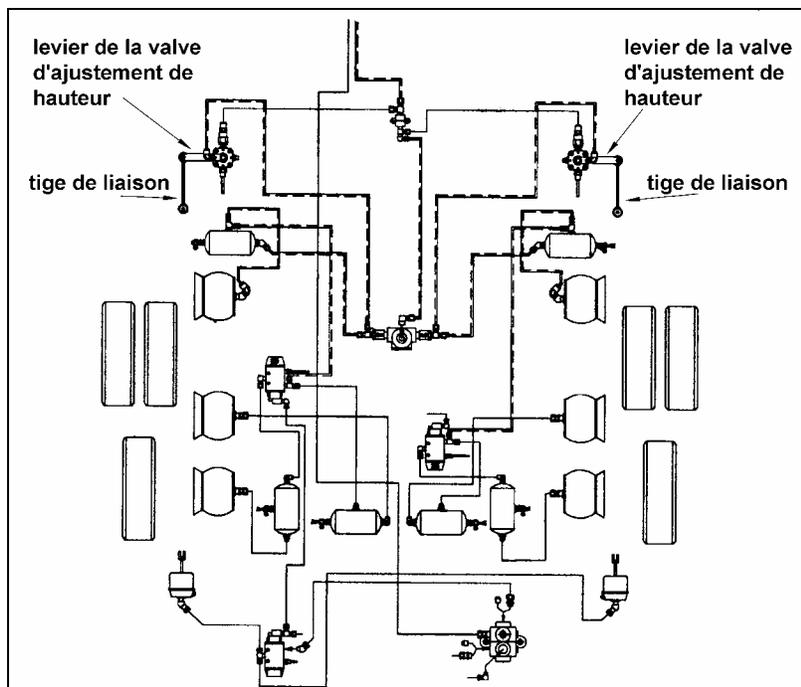

FIGURE 1: VALVES D'AJUSTEMENT DE HAUTEUR
3. Évacuer l'air des ressorts pneumatique du pont arrière. Pour ce faire, détacher les tiges de liaison des valves d'ajustement de hauteur (voir figure 1). Abaisser les leviers des valves afin de purger l'air des ressorts pneumatique.